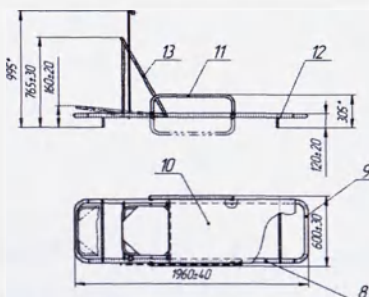

Рисунок 2. Носилки жесткие двухсекционные НЖ-2 ММ
4.3. Носилки жёсткие НЖ-2ММ (см. рисунок 2) состоят из: